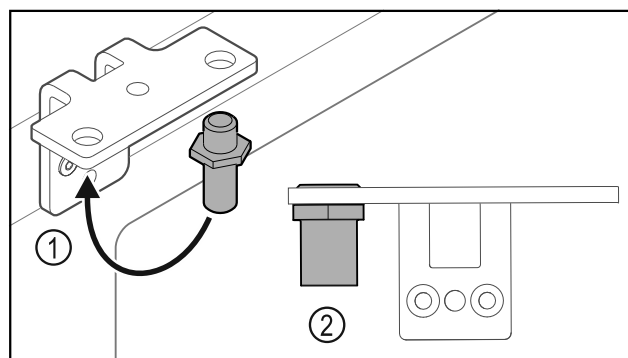

Fig. 35
- ▶ Flyt bolten Fig. 35 (1) i hængselvinklen.
- ▶ Spænd bolten Fig. 35 (2) med et drejemoment på 12 Nm.